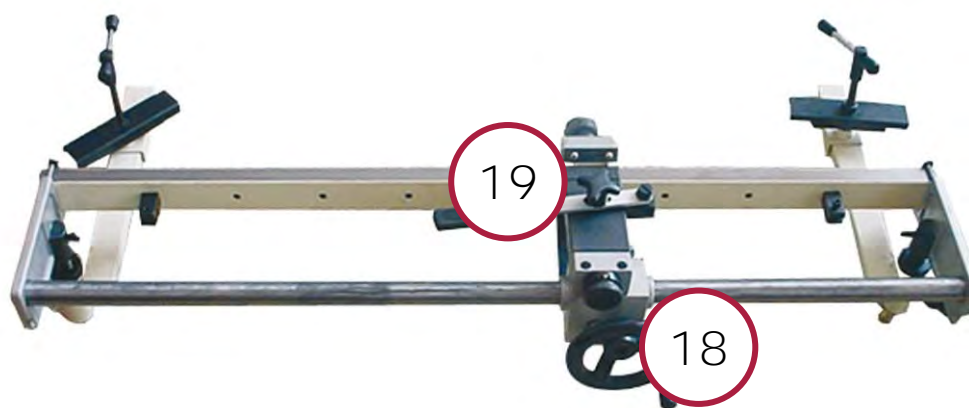

Figura 27 – Copia per tornio da legno.
- *copia per tornio (in Figura 27) utili per il fissaggio dell'utensile;*
La Copia per tornio è un accessorio utile quando occorre realizzare lavorazioni con una buona precisione. Essa viene montata sul bancale del tornio, ed è formata da un assale longitudinale e da un carrello porta-utensile il spostamento sull'asse avviene tramite un volantino (rif. 18 Figura 27) mentre l'avanzamento dell'utensile verso il pezzo avviene tramite al leva [19].